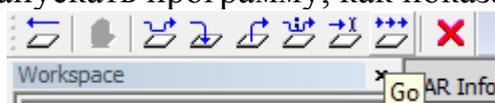

Рис. 2.12. Запуск программы
11. Далее можно запускать программу, как показано на рис. 2.12.